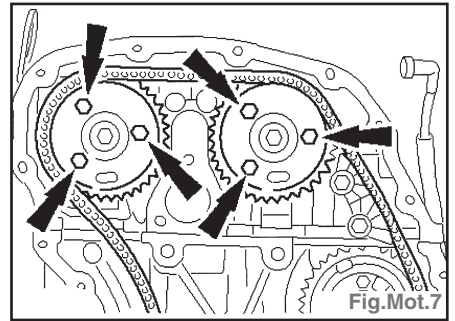

Fig.Mot.7
- Déposer les pignons d'arbres à cames et la chaîne de distribution (Fig.Mot.7).
- Poser les pignons d'arbre à cames et la chaîne de distribution (Fig.Mot.7).